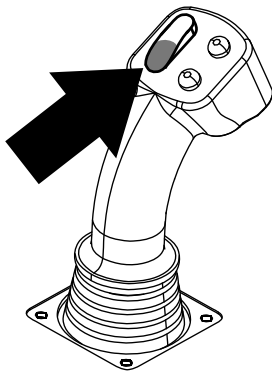
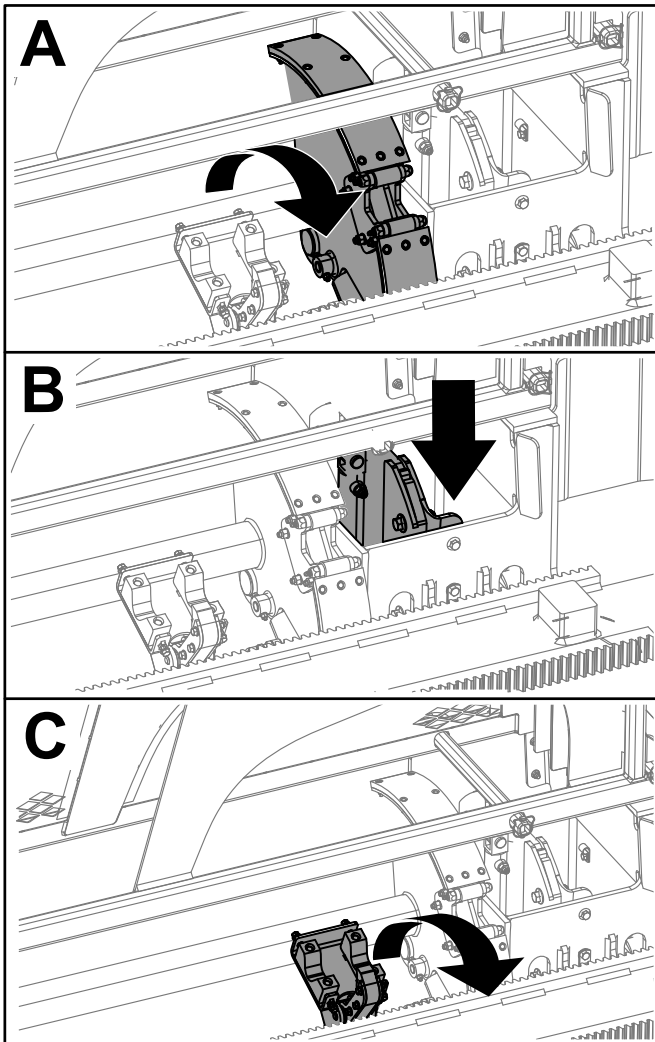

Figure 9
Figure 10
3. Maintenez le bas de l'interrupteur à bascule enfoncé (Figure 9) jusqu'à ce que les 3 événements suivants se produisent (Figure 10) :